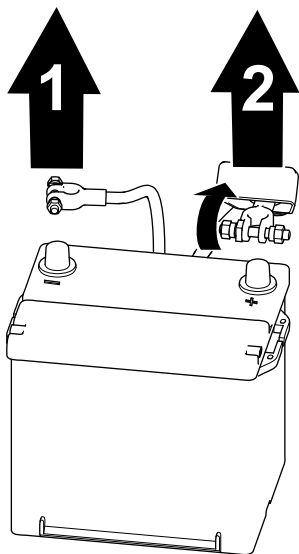

Figura 62
1. Deconectai cablul negativ al bateriei de la borna bateriei (Figura 62).
2. Ridicai izolatorul și îndepartai cablul pozitiv al bateriei de la borna acesteia (Figura 62).